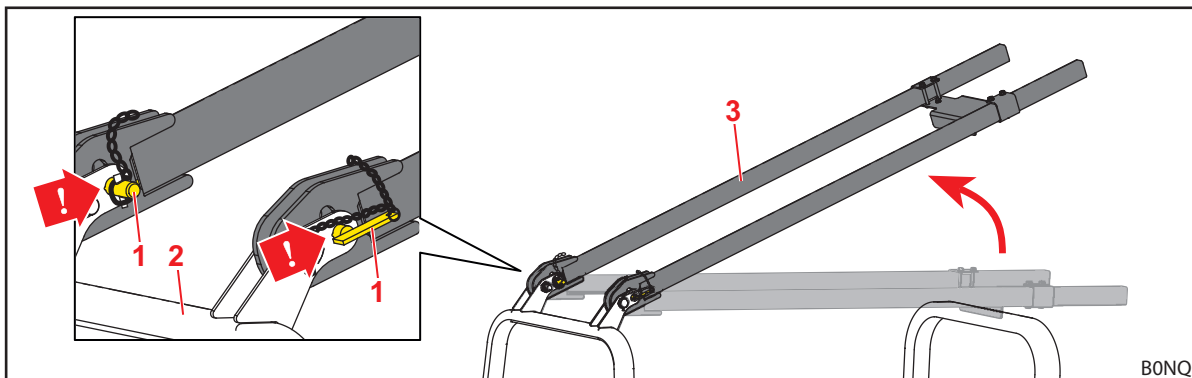

Fig. 33 Traverse ribaltate verso l'alto e bloccate nei fori inferiori
- (1) Bloccare le traverse lunghe nei fori inferiori.
- Bloccare le traverse lunghe nei fori inferiori utilizzando i perni di arresto (cfr. Fig. 33).
- (2) Ribaltare la staffa inferiore verso l'alto (vedere la descrizione dell'OPG senza traverse lunghe all'inizio del capitolo).
- (3) Ribaltare verso il basso le traverse lunghe.